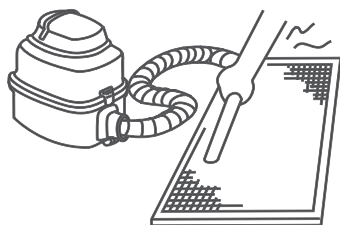

Fig.5-13
- El aire interior debe dirigirse hacia arriba si usa aspiradora (consulte la fig. 5-13).